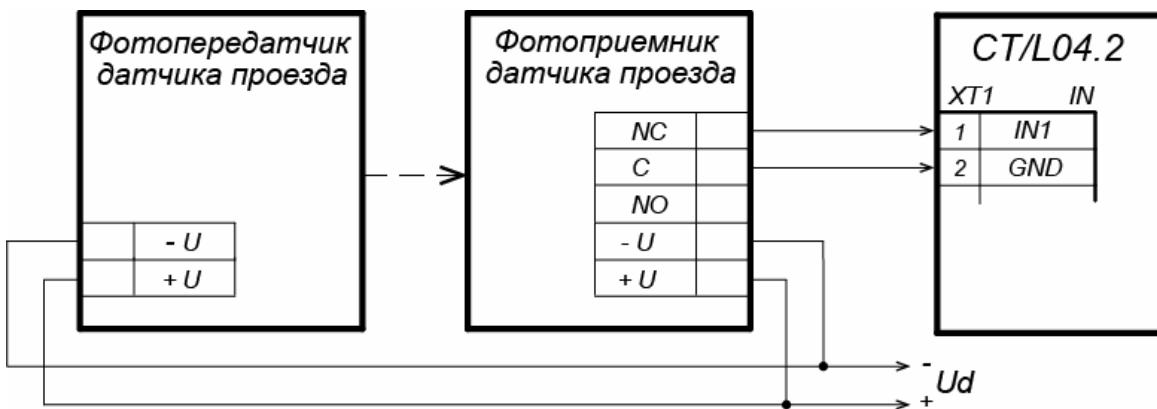

Рисунок 9. Схема подключения датчиков проезда
- Датчик проезда подключается к клеммной колодке **XT1** нижней платы контроллера согласно схеме, представленной на рис. 9. Для подключения используйте тип кабеля №4 (см. табл. 5). При подключении нескольких датчиков их выходы включаются последовательно.